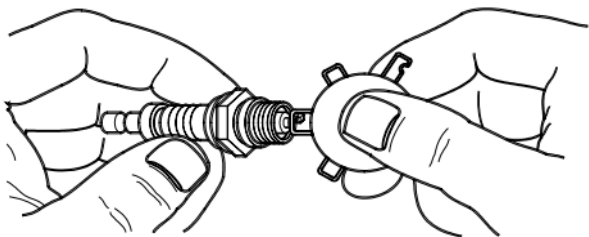

Рисунок 4-6
4. Перевірте зазор електродів щупом. Відрегулюйте зазор до 0,6–0,7 мм. Див. рисунок 4-6.